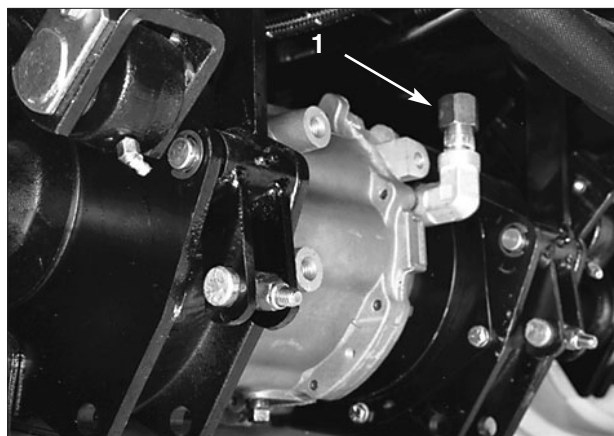

Figure 7
3. Dévissez la jauge, sortez-la du goulot de remplissage (Fig. 7) et essuyez-la sur un chiffon propre. Vissez le bouchon de remplissage avec jauge à la main dans le goulot de remplissage. Dévissez de nouveau la jauge et vérifiez le niveau d'huile. Si le niveau est à plus de 12 mm de la rainure de la jauge, versez suffisamment d'huile pour amener le niveau à la rainure. Le niveau NE DOIT PAS DEPASSER la rainure de plus de 12 mm.